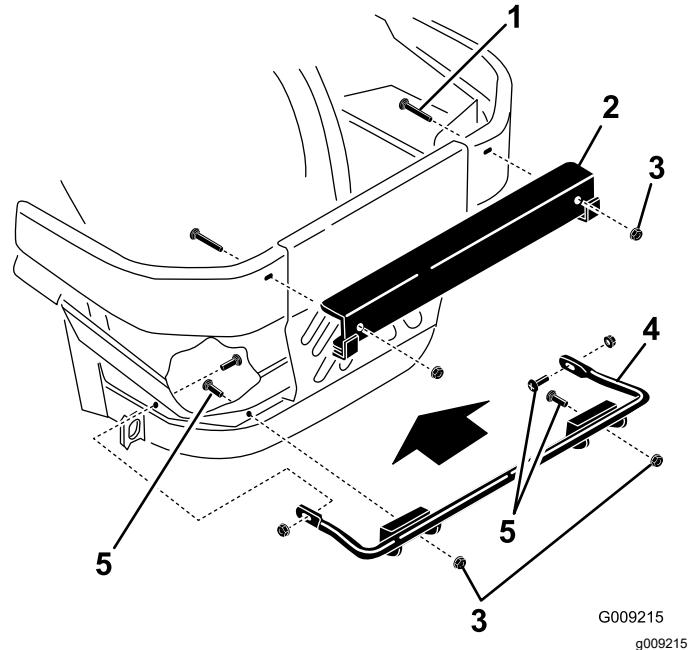

Bild 6
1. Befestigen Sie die untere Befestigungshalterung mit vier Schlossschrauben ($\frac{3}{8}$ " x 1 $\frac{1}{4}$ ") und vier Bundmuttern ($\frac{3}{8}$ ") am Maschinenrahmen, wie in Bild 6 abgebildet.
2. Befestigen Sie die obere Befestigungshalterung mit zwei Schlossschrauben ($\frac{1}{2}$ " x 2 $\frac{1}{2}$ ") und zwei Bundmuttern ($\frac{1}{2}$ ") an der linken und rechten Stoßstange, wie in Bild 6 abgebildet.